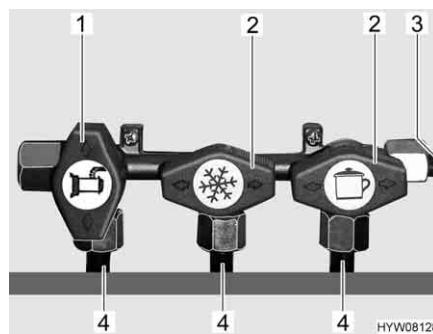

Fig. 84 Posizione dei rubinetti di arresto del gas (esempio)
- Posizionare il rubinetto di arresto del gas dell'apparecchio a gas corrispondente parallelamente (Fig. 84,1) alla tubatura (Fig. 84,4) che alimenta l'apparecchio a gas.
- Posizionare il rubinetto di arresto del gas dell'apparecchio a gas corrispondente trasversalmente (Fig. 84,2) alla tubatura (Fig. 84,4) che alimenta l'apparecchio a gas.